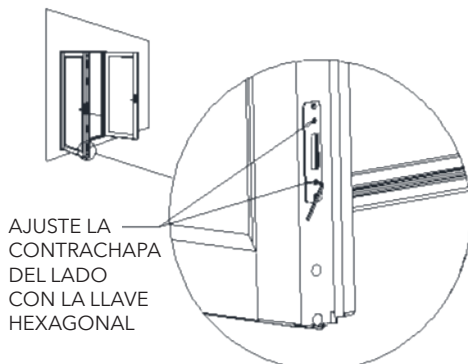

Figura 12
4. **Utilice** una llave hexagonal de $1/8"$ (no incluida) para realizar los siguientes ajustes. Si se trata de una puerta simple, ajuste las placas de contrachapa en las jambas del marco. Si se trata de una puerta doble, abra la puerta y ajuste las placas de contrachapa del lado del panel inactivo (figura 12). Realice los ajustes hasta que los ganchos Rhino funcionen correctamente.